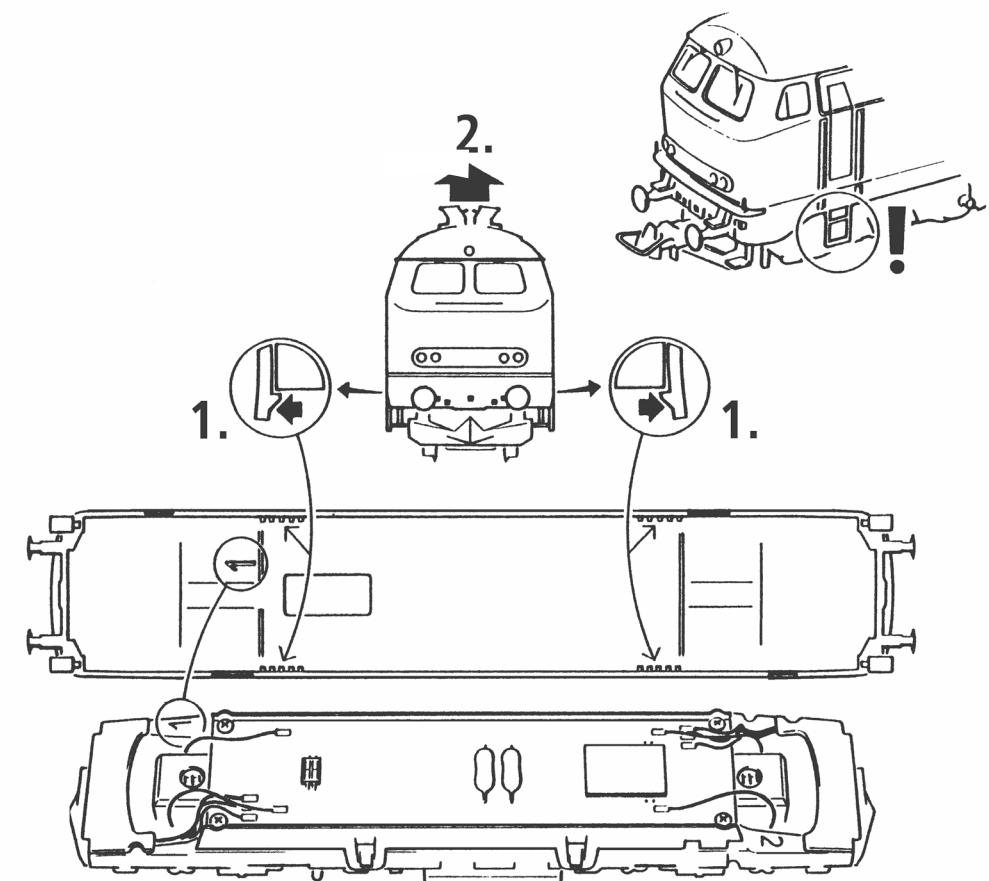

Fig. 4
1. Reinigung der Radstromkontakte: Radstromkontakte können auf unsauberen Schienen leicht verschmutzen. Entfernen Sie **vorsichtig** mit einem kleinen Pinsel **den Schmutz** an den in Fig. 4 gekennzeichneten Stellen.
1. Cleaning of wheel contacts: Wheel contacts easily get dirty on tracks which are not entirely clean. Use a small brush to **remove dirt** from spots marked in fig. 4.
1. Nettoyage des lames de courant aux roues: Les lames de contacts risquent de s'encaisser rapidement sur des voies poussiéreuses. Veuillez **enlever la poussière** aux endroits marqués à la fig. 4 à l'aide d'un petit pinceau souple.